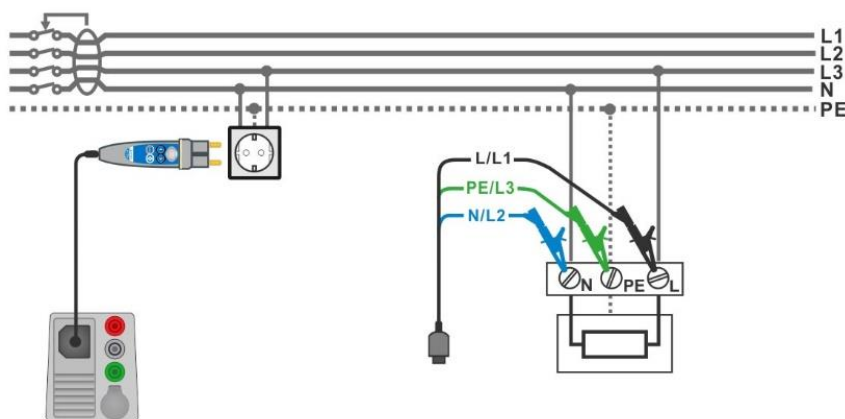

Fig. 4.68: Z auto mätning
- Anslut 3-ledar testledningen eller Plug commander till objektet som skall testas, se **Fig. 4.68**